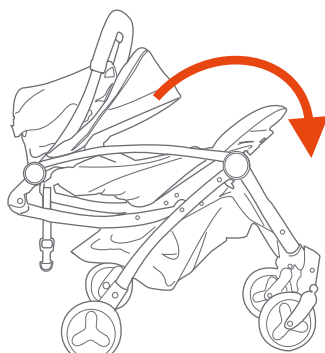
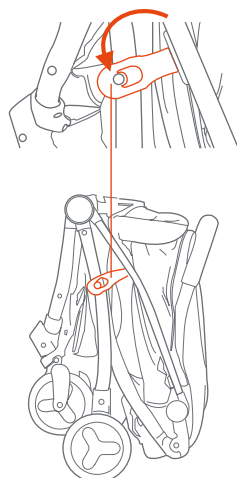

Fig. 12c
Fig. 12d
- Una volta che l'operazione di piegatura è iniziata, rilasciare la maniglia e spingere il manubrio in avanti fino a quando il passeggino non viene piegato (Fig. 12c). Bloccare la leva di rilascio per trattenere il passeggino (Fig. 12d).